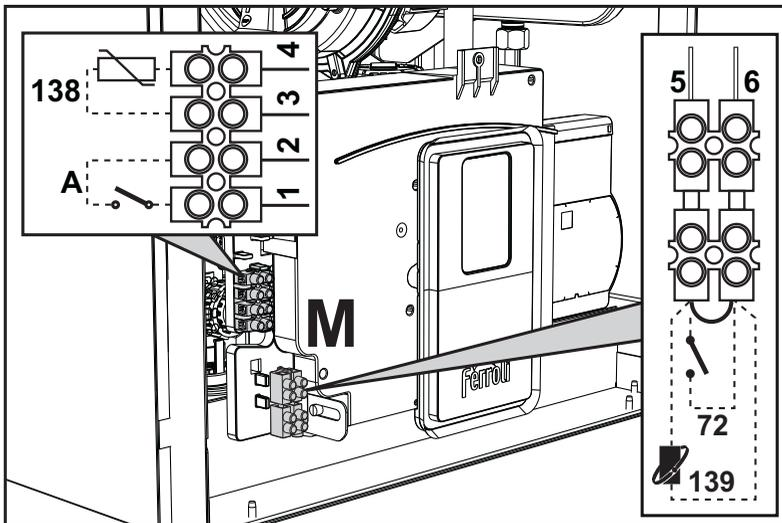

fig. 29
După ce ați scos panoul frontal (\*\*\*) 'Deschiderea panoului frontal' on page 159 \*\*\*) veți putea avea acces la panourile de borne (**M**) și la siguranța fuzibilă (**F**) urmând indicațiile descrise în continuare (fig. 29). **Bornele indicate în fig. 29 trebuie să aibă contactele curate (nu 230 V).** Dispunerea bornelor pentru diferitele conexiuni este indicată și în diagrama electrică din fig. 66.
**Configurarea întrerupătorului ON/OFF (A fig. 29)**